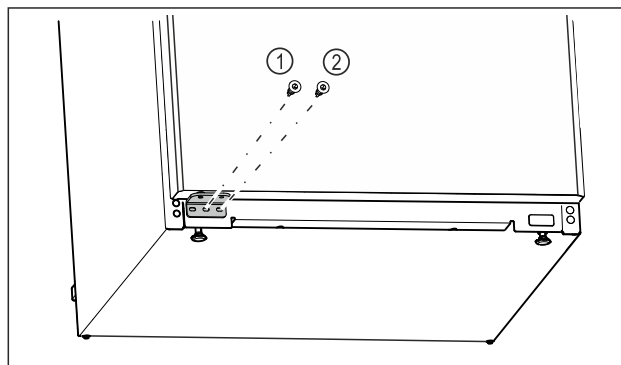

Fig. 25
- ▶ Stringere la vite centrale del blocco di supporto Fig. 25 (1) con un cacciavite Torx 20.
- ▶ Stringere la vite interna del blocco di supporto Fig. 25 (2) con un cacciavite Torx 20.